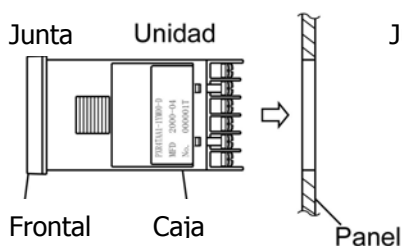
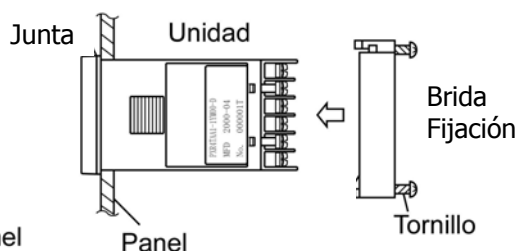

Fig.1
Fig.2
- Inserte la brida fijación (accesorio) desde la parte posterior hasta que la unidad principal esté firmemente sujeta al panel. Si hay un hueco, apriete los dos tornillos ligeramente hasta eliminarlo. (No apriete los tornillos en exceso ya que la brida fijación puede salirse a la fuerza.) Fig1 y Fig2